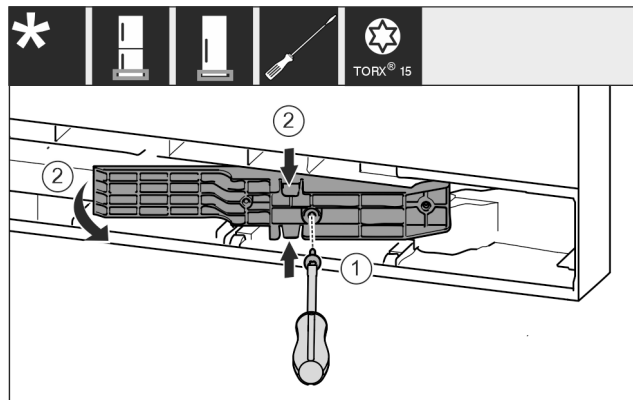

Fig. 18 *
- Odvijačem T15 otpustite vijke. Fig. 18 (1)*
- Izvadite adapterski element. Fig. 18 (2)*